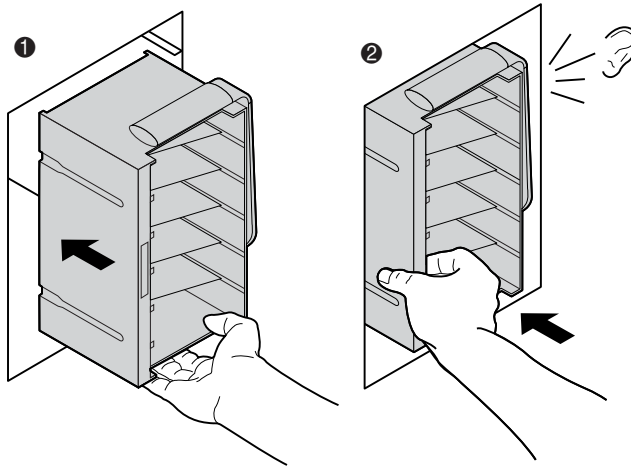

Figura 2-16: Installazione di un dispositivo di caricamento (caricatore da 6 cartucce)
1. Inserire il dispositivo di caricamento nella libreria (❶ Figura 2-16).
2. Inserire il dispositivo di caricamento fino a quando non scatta in posizione corretta (❷ Figura 2-16).